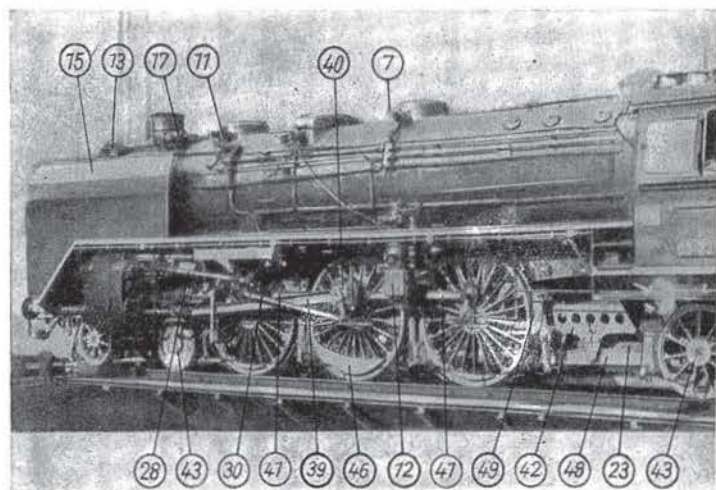

Bild 3
43. **Lauftradsatz.** Um die Laufeigenschaften langer Lokomotiven zu verbessern, erhalten diese Lauftradsätze. In der Regel sind die Radsätze nicht starr im Rahmen gelagert, damit die Lokomotive eine gute Beweglichkeit besitzt. Sind z. B. wie bei der Schnellzuglok der Baureihe 03 vorn zwei Lauftradsätze vorhanden, so werden diese meist in einem Drehgestell vereinigt. Bei vorn laufenden Lauftradsätzen sind Durchmesser von 850 bis 1100 mm üblich, für gezogene (sogenannte Schleppachsen) bis zu 1250 mm. Fast ausschließlich sind alle Lokomotivräder als Speichenräder ausgebildet. Nur während des Krieges hat man teilweise aus Ersparnisgründen für Lauftradsätze Scheibenräder verwendet. Einen solchen Radsatz hat die im Bild 3 gezeigte Lokomotive 03 235.